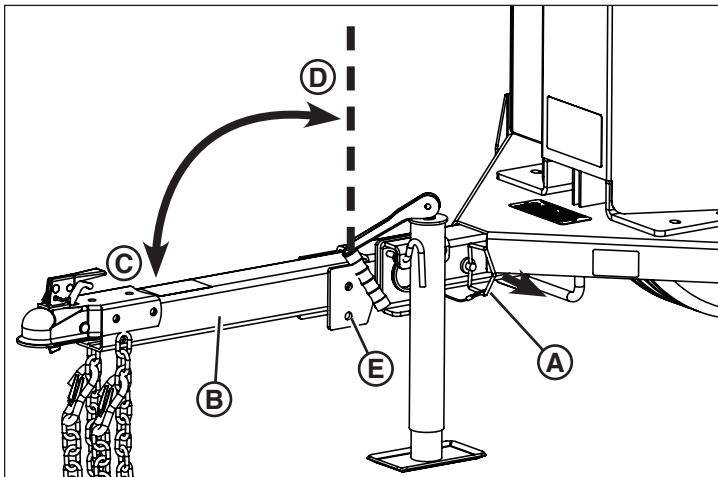

Figura 4
1. Retire el pasador de bloqueo (**A**, Figura 4) que fija la lengua del remolque (**B**) en la posición de remolque (**C**).
2. Eleve la lengua del remolque a la posición de estacionamiento (**D**, Figura 4). Inserte el pasador de bloqueo en el orificio de bloqueo de la posición de estacionamiento (**E**) para fijar. Asegúrese de fijar el pasador de bloqueo con el pasador de horquilla incluido.
1. Retire el pasador de bloqueo que fija la lengua del remolque en la posición de estacionamiento (E, Figura 4).
2. Baje la lengua del remolque a la posición de remolque (C, Figura 4). Fíjelo con el pasador de bloqueo (A). Asegúrese de fijar el pasador de bloqueo con el pasador de horquilla incluido.